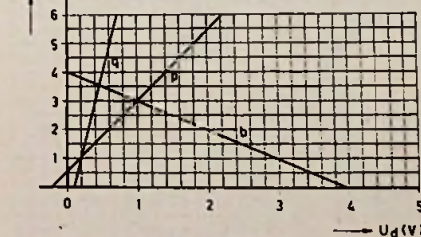

FIG. 12
a. De karakteristiek p (zie fig. 12) geldt voor de vacuümdiode omdat hierbij stroom in de diode vloeit bij $U_d = 0$. Stromen en spanningen van de beide dioden zijn gelijk in het snijpunt van de beide karakteristieken. Hierbij is dus $U_d = 0,2 \text{ V}$ en $I_d = 1 \text{ mA}$. Wij vinden nu uit de linkertijger $U_1 = U_d + I_d R_1 = 0,2 + 1 \times 1 = 1,2 \text{ V}$.
vacuumdiode door de belastingslijn te trekken, uitgaande van het punt 4 V. Voor $R_1 = 1 \text{ k}\Omega$, is de helling van deze lijn 1 mA/V (lijn b in fig. 12). Uit het snijpunt van b en p volgt de stroom in de vacuumdiode: $I_d = 3 \text{ mA}$. Uit de karakteristiek q van D_2 zien wij, dat deze zelfde stroom in de halfgeleiderdiode vloeit bij $U_d = 0,4 \text{ V}$. De weerstand R_2 moet nu dus zijn: